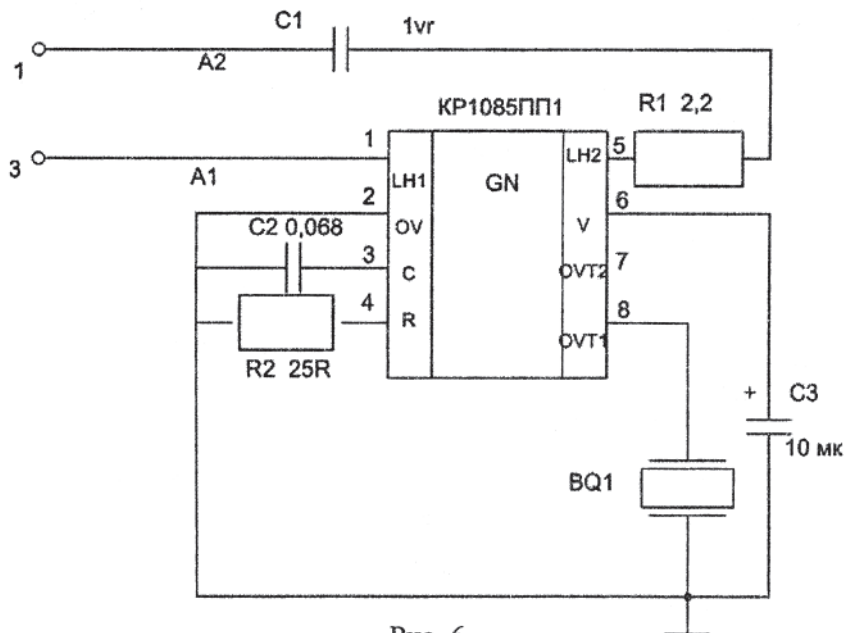

Рис. 6
2. Собрать схему, изображенную на рис. 6. Сборку схемы выполняют в правой части наборного поля. ИС устанавливают в верхней части держателя ключом вверх. Клеммы для подключения к внешним выводам ИС с 8 контактами обозначены красными цветами. (Следует нажать